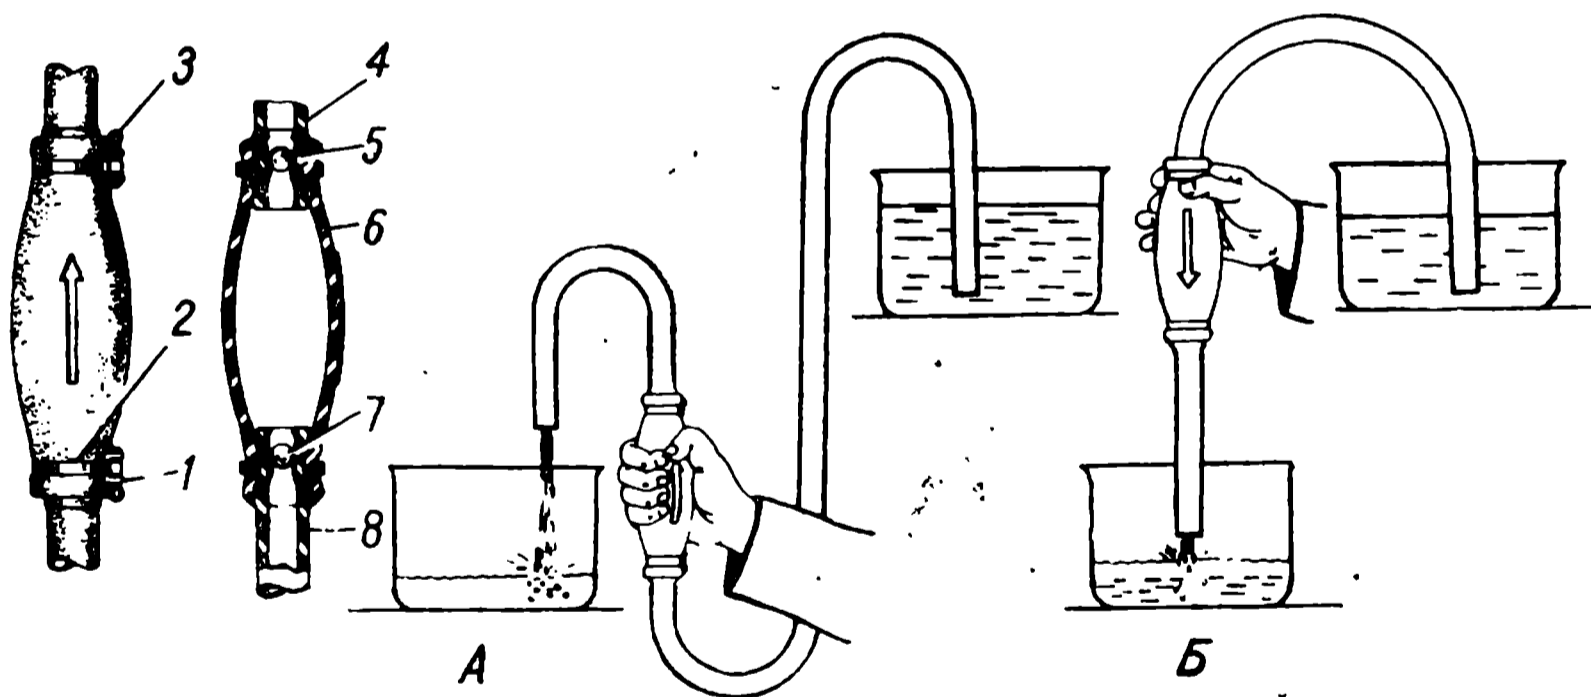

Рис. 56. Насос для переливания бензина:
Для переливания или перекачивания бензина с помощью насоса (рис. 56) следует:
2. Привести насос в действие нажатием баллона рукой и отпусканьем (рис. 56, А).
3. Как только бензин потечет, перевернуть баллон острием стрелки вниз. Нажатия на баллон прекратить, и бензин потечет самотеком (рис. 56, Б).